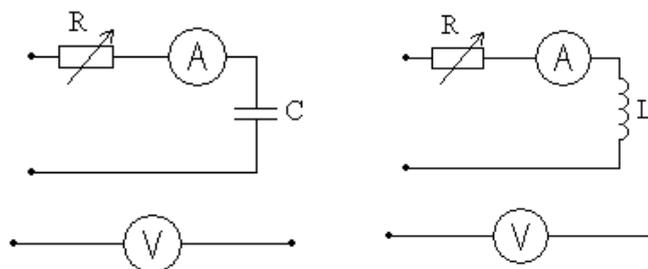

Рисунок 1.1 - Схемы измерения: а – емкости, б - индуктивности катушки без сердечника
2.Собрать электрическую цепь по схеме рис. 1.1а. Установить достаточные показания измерительных приборов изменением сопротивления резистора.